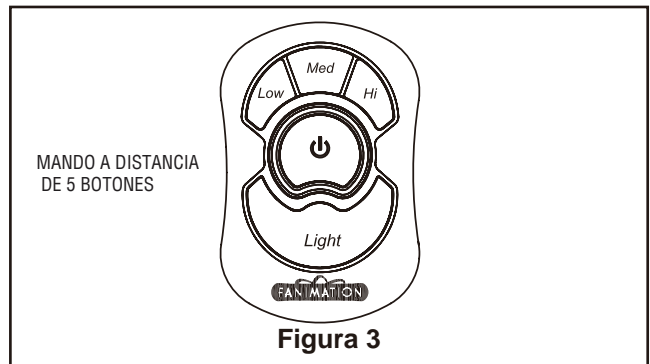

Figura 3
3. Coloque el soporte de la varilla y alinee los orificios de la clavija de horquilla en ambas piezas. Instale la clavija de horquilla y asegúrela con la pinza de horquilla. Fije los dos tornillos de presión y las tuercas de seguridad en el soporte de la varilla interior. (Figura 3)
2. Levante cuidadosamente el ventilador y coloque el ensamble de la bola para colgar/varilla en la abrazadera para colgar que acaba de fijar a la caja de salida. Asegúrese de que la ranura de la bola esté alineada con la lengüeta de la abrazadera para colgar. (Figura. 3)
2. Para configurar el código de unidad del receptor. Deslice los interruptores de código a las mismas posiciones que en el transmisor (Figura 3).
- 3. Extraiga uno de los tres tornillos del soporte ubicado en la parte inferior de la unidad del motor. Afloje levemente los otros dos tornillos. Instale la unidad de la placa de luz en el soporte utilizando las dos ranuras principales de la placa de conexión. Vuelva a colocar el tercer tornillo y asegure los tres tornillos. (Figura 3)
- 3. El transmisor del mando a distancia de 5 botones incluye 5 botones para controlar las velocidades baja, media y alta del ventilador, así como el encendido y apagado del mismo. Se dispone de niveles infinitos manteniendo pulsado el botón on/off. (Figura 3)